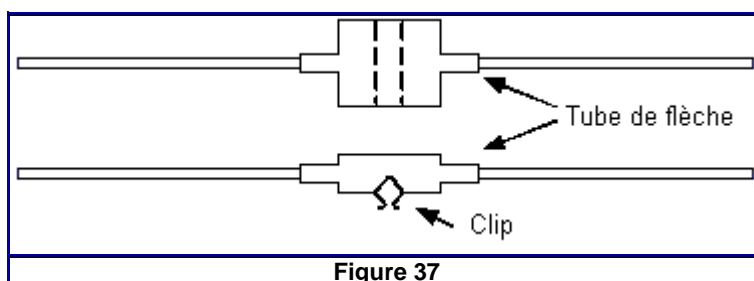

Figure 37
- Une **équerre-tiller** qui se place avec le bandoir tiller, perpendiculairement sur une flèche, pour vérifier les perpendicularités des origines des forces de propulsions (poupées ou axes des poulies), par rapport à la direction de propulsion (la flèches). (Figure 37)